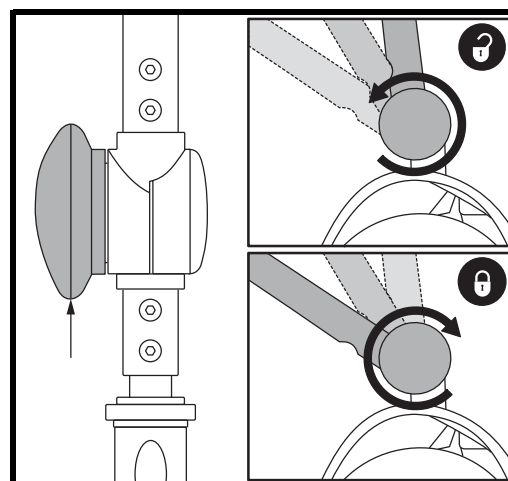

Figura 17. Regolazione manubrio
INCLINAZIONE DEL MANUBRIO (Vedere figura 17)
1. Dopo aver tolto sella e pacco batteria (vedere la procedura di smontaggio alla pagina precedente), abbassare il manubrio e stringere la manopola di regolazione del manubrio. **Vedere figura 17.**
3. Sollevare il manubrio e stringere completamente la manopola di regolazione del manubrio. **Vedere figura 17.**